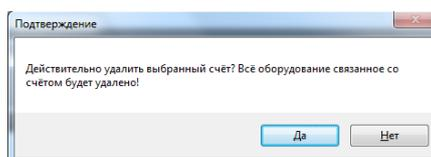

Рисунок 46
- Подтвердите удаление в открывшемся диалоговом окне (рис.46)